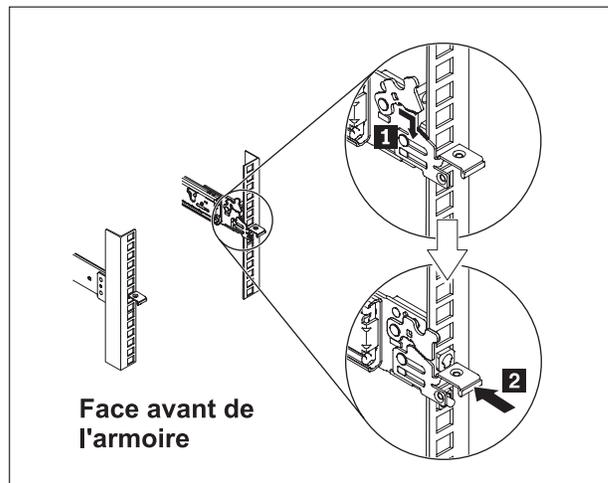

Figure 8. Installation de l'avant des glissières
3. Installez l'avant des glissières comme illustré par la figure 8, à la page 19.